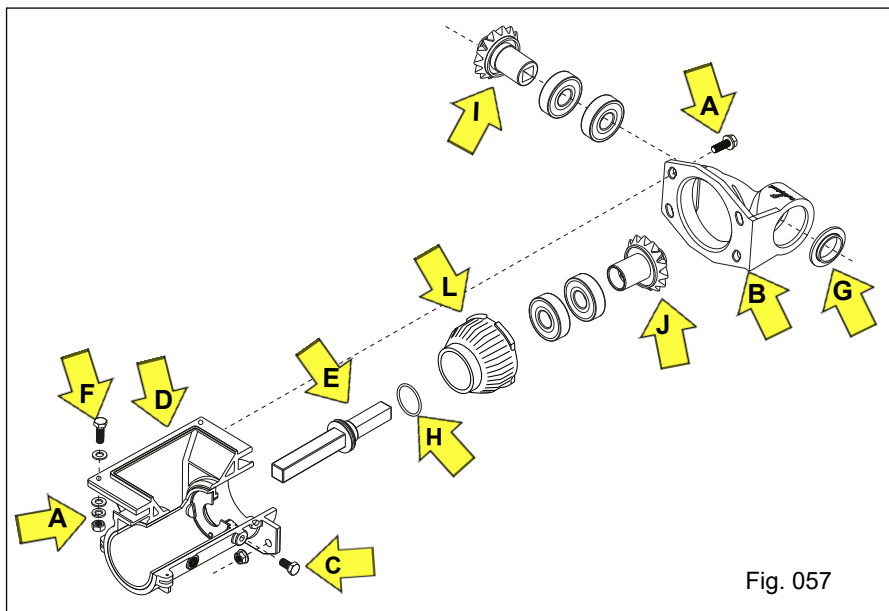

Fig. 057
e) Para a troca, limpeza ou substituição dos rolamentos e componentes do conjunto, retire o conjunto dosador da Plantadora através da remoção do eixo acionador e buchas de união, afrouxe e retire os parafusos de fixação do dosador na base do distribuidor. A seguir retire os quatro parafusos e porcas "A" de fixação do mancal suporte dos pinhões de transmissão "B", afrouxe e retire os parafusos "C" de fixação do revestimento "D", retirando a seguir o conjunto. Retire o eixo acionador "E" e remova a bucha "L" dos mancais do rolamento, fazendo a limpeza ou substituição necessária (Fig. 057).
Observe se há necessidade de montar arruelas de ajuste "H" nos pinhões "I e J". Havendo necessidade de substituição dos pinhões, troque as tuas peças, ou seja o pinhão motriz "I" e o pinhão movido "J". Aproveite para verificar as condições do parafuso "F", caso os mesmos apresentem corrosão excessiva, deve substituir por parafuso de inox (Fig. 057).